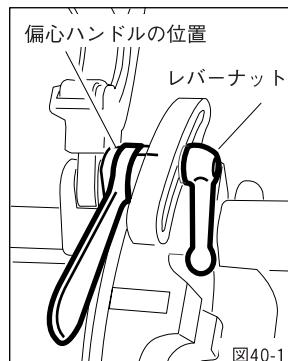
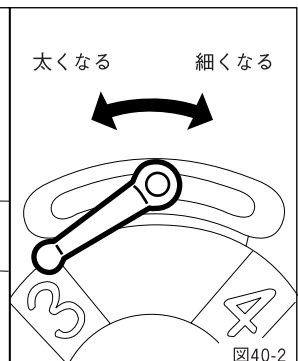

図40-1
図40-2
- ① ねじ切り寸法を合わせる時には、偏心ハンドルをかならず手前に倒してから、ダイヘッドのねじ切りサイズ寸法と偏心台の目盛りを合わせてください。(図40-1)
- ② レバーナットは手でしっかり締めるだけで充分です。ハンマー等で叩き締める必要はありません。
- ③ 太いめ、細いめのねじを切るには、偏心台の目盛りをサイズ目盛りの線より手前にずらして合わせると太く切れ、反対に向側にずらして合わせると細く切れます。(図40-2)